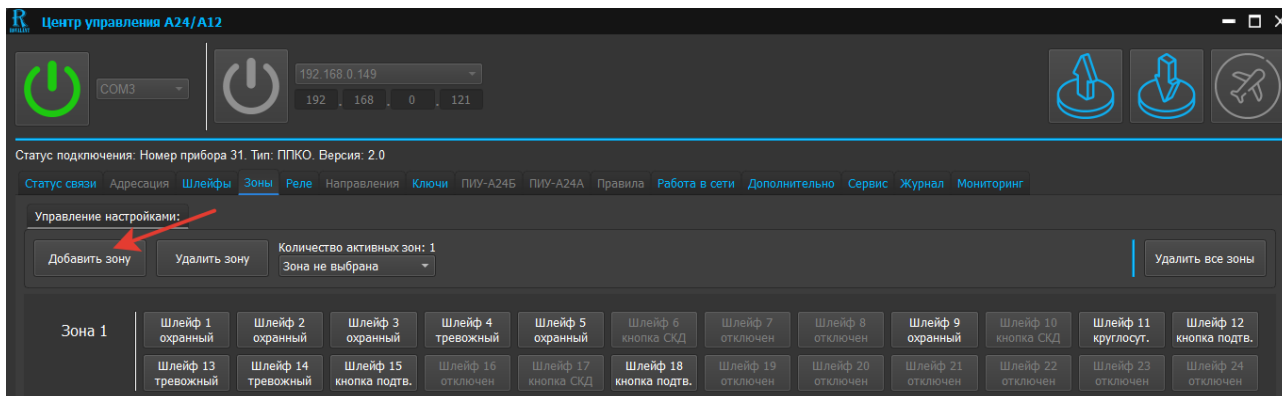

Рис. 36. Скриншот окна настройки «Добавить зону»
6.2.1 Редактирование настройки «Добавить зону» (см. рисунок 36)